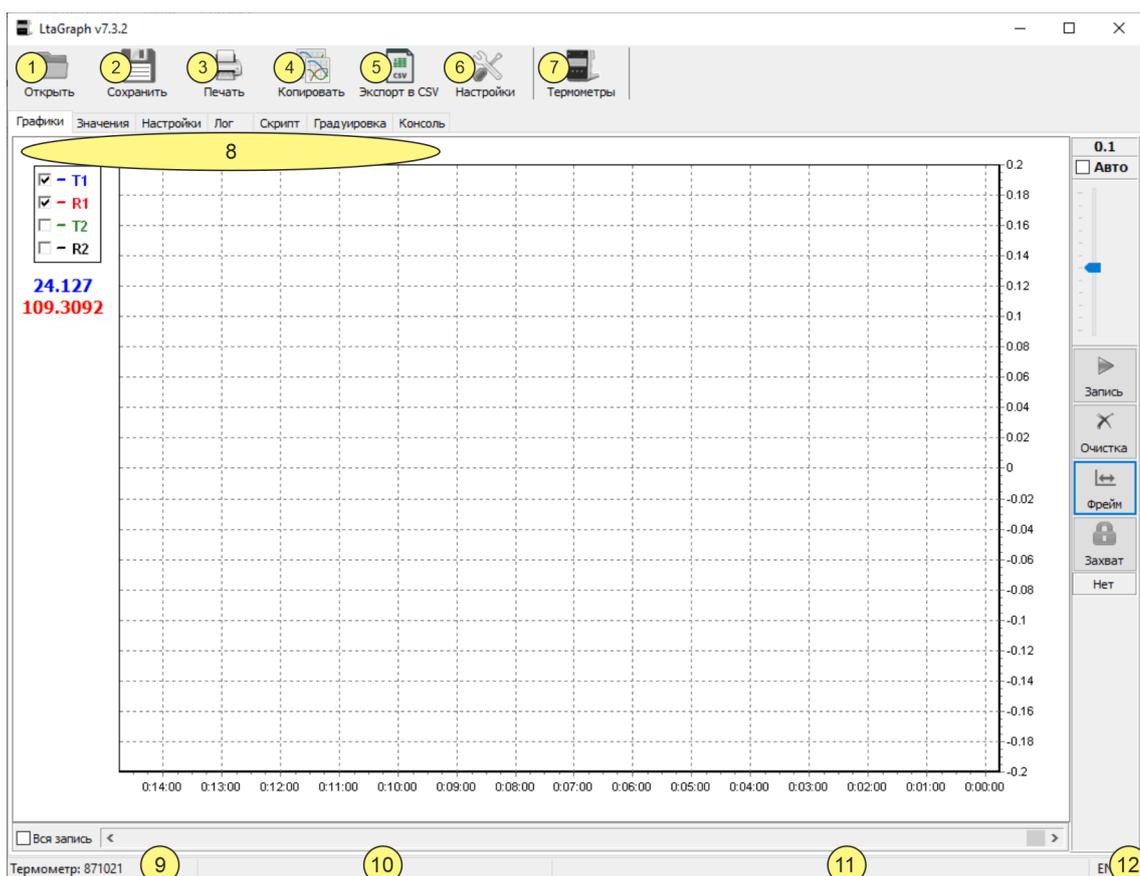

Рисунок 1 — Главное окно программы
К компьютеру может быть подключено несколько термометров, но программа может работать только с одним из них. Чтобы выбрать термометр в качестве текущего, выполнить (см. рисунок 1):
2.3.1 Для запуска окна с настройками программы, нажать кнопку 6 рисунок 1.
- в позиции 11 рисунок 1 будут отображены среднее значение, СКО и период времени, как показано на рисунке 6. Среднее значение также будет скопировано в буфер обмена.
2.7.1 Чтобы открыть ранее сохраненный файл с графиками, нажать кнопку 1 рисунок 1 или комбинацию клавиш Ctrl+O и, в открывшемся диалоговом окне, указать имя файла. После открытия файла устанавливается автомасштаб по осям X и Y графика, а захват сбрасывается.
2.7.3 Чтобы сохранить графики в файл на диске компьютера, нажать кнопку 2 рисунок 1 или комбинацию клавиш Ctrl+S.
2.7.5 Чтобы экспортировать графики в формат CSV (Comma Separated Values), нажать кнопку 5 рисунок 1 или комбинацию Ctrl+E и, в открывшемся диалоговом окне, указать имя для экспортируемого файла.